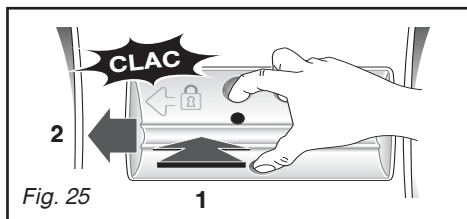

Fig. 25
- remettez la pièce **A** en place en prenant soin de bien la positionner dans les ouvertures au fond du tambour et en la poussant vers la gauche jusqu'à ce qu'elle soit parfaitement encliquetée (Fig. 25).